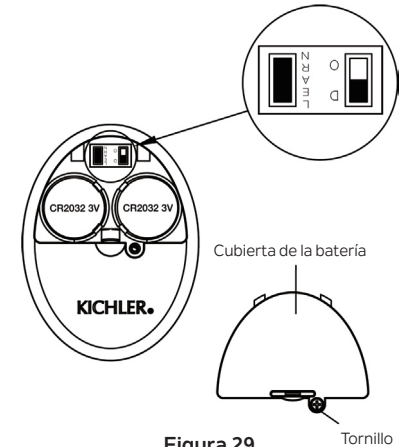

Figura 29
De lo contrario, el control remoto no funcionará. Para realizar este proceso manualmente, siga los pasos a continuación: Después de instalar y cablear la unidad, restaure la energía a su ventilador, presione y mantenga presionada la tecla LEARN (Aprender) durante 1 y 3 segundos, el ventilador se encenderá a velocidad media y la luz (si está instalada) se encenderá. Esto confirma que se ha completado el proceso de aprendizaje. Esta operación debe completarse dentro de los 30 segundos después de restaurar la energía al ventilador. (Figura 29)
NOTA: Asegúrese de que el interruptor deslizante en el compartimiento de la batería marcado "D O" esté en la posición "D". (Figura 29)
Paso 4. Vuelva a colocar la cubierta de la batería y apriete con un destornillador. (Figura 29)